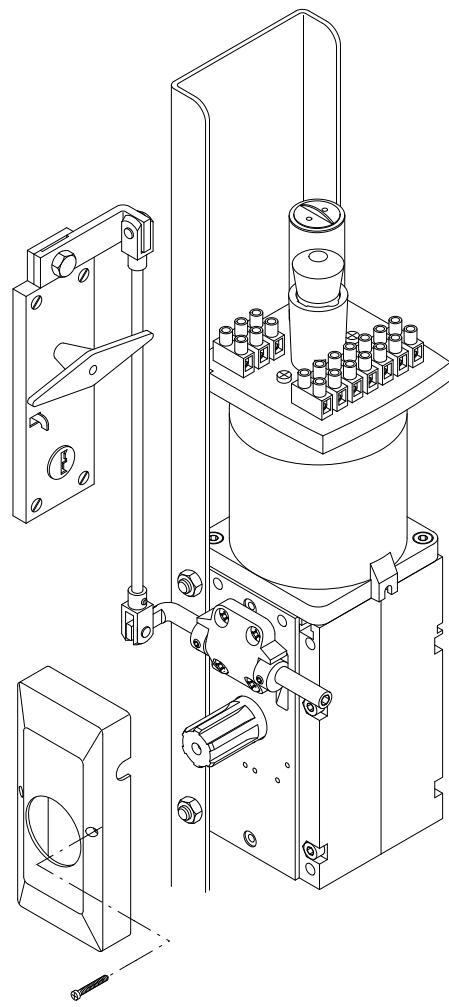

Fig.11
7.2 Sblocco interno - esterno a maniglia con chiave personalizzata (fig. 11).
7.2 Handle internal - external release with personalized key (fig. 11).
7.2 Déblocage interne - extérieur à manivelle et clé personnalisée (fig. 11)